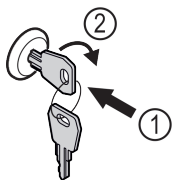

Fig. 62 Примерное изображение
- ▶ Вставьте ключ Fig. 62 (1).
- ▶ Поверните ключ на 90° по часовой стрелке Fig. 62 (2).